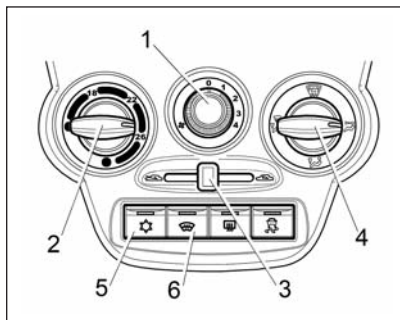

Рис. 40. Блок управления климатической системой (в варианном исполнении)
– **рукоятку 3** (см. рис. 38 и рис. 40) перевести в крайнее левое положение ;
**В варианном исполнении** (см. рис. 40) климатическая установка имеет дополнительный режим кондиционирования, обеспечивающий охлаждение воздуха, подаваемого в салон автомобиля.
2. Включите вентилятор, установив **рукоятку 1** (см. рис. 40)
Для установки желаемой температуры воздуха в салоне поверните **рукоятку 2** (см. рис. 40) по часовой стрелке для повышения, против часовой стрелки для понижения. Температура будет поддерживаться автоматически в пределах производительности климатической установки и установленного допуска.
2. Поверните **рукоятку 2** (см. рис. 40 против часовой стрелки в левое положение до упора (синяя точка на блоке управления).
4. **Рукояткой 1** (см. рис. 40) включите максимальную скорость вентилятора климатической установки (положение «4»).
Для включения/выключения ЭОВС нажмите **кнопку 6** (см. рис. 40), при включении загорается индикатор на кнопке выключателя. Контрольный световой индикатор, расположенный на кнопке выключателя, будет светиться желтым светом в течение всего времени работы системы электрообогрева. Система ЭОВС функционирует только при работающем двигателе.